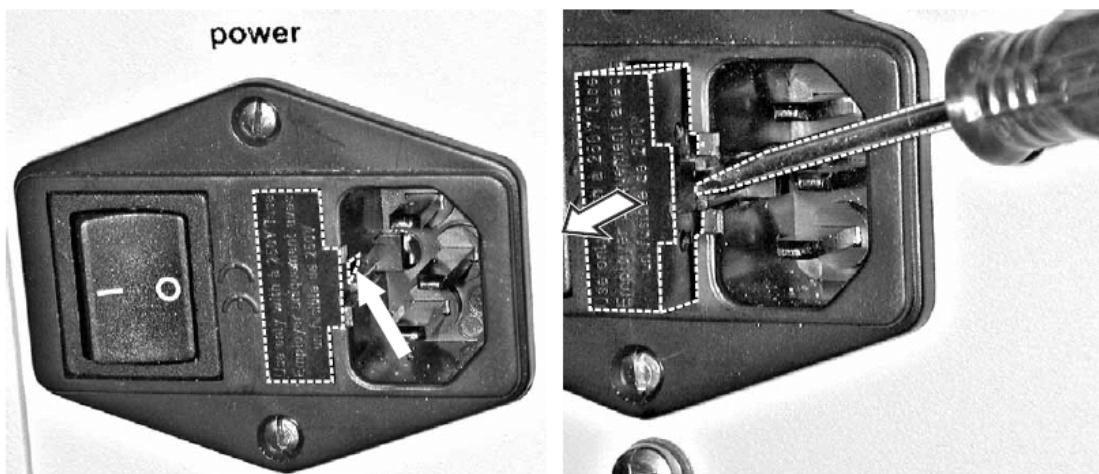

图73 保险丝固定器
3. 使用小的平面螺丝起子将保险丝固定器拔开（图73）。换上相同类型和额定功率的保险丝。